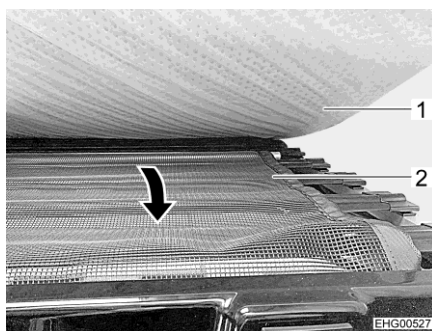

Fig. 36 Red de seguridad
- Extraer la red de seguridad (Fig. 36,2) de debajo del colchón (Fig. 36,1) y extenderla sobre el orificio de acceso.